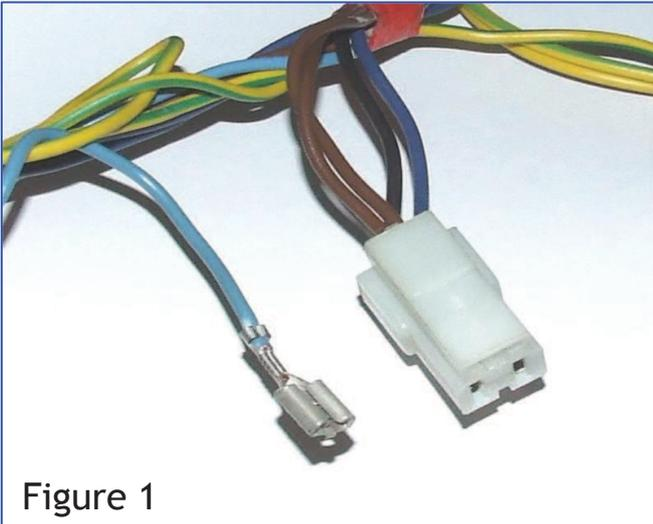

Figure 1
- Déposer l'ancienne pompe et la déconnecter du câble du lave-vaisselle (Cf. Figure 1). Monter à sa place la nouvelle pompe "sans balai" code 41029303 (contenue dans le kit).